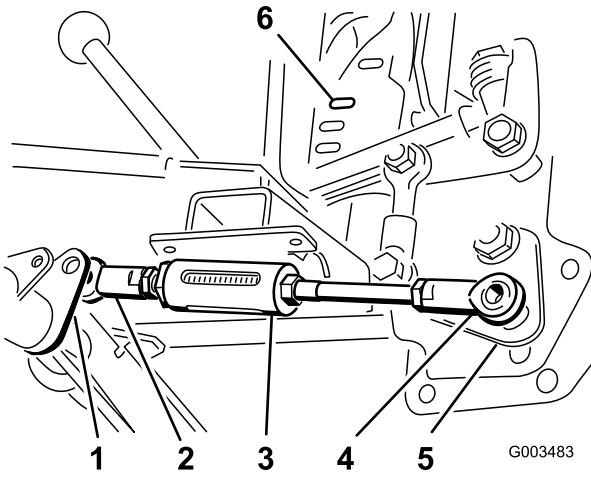

Figura 7
1. Posicione a junta esférica da extremidade curta do conjunto da barra ajustável à direita da alavanca da barra ajustável no tubo articulado (Figura 7).
inferior da pega de elevação e prenda-a, sem apertar, com uma porca de bloqueio (1/2 pol.) (Figura 7).